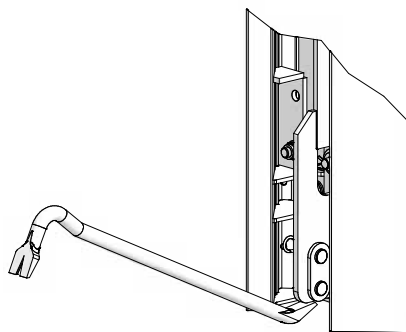
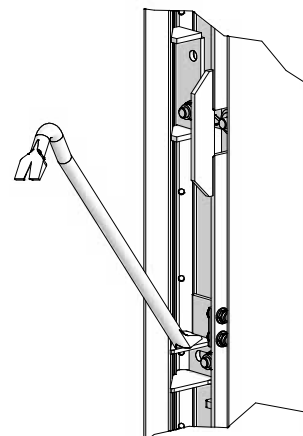

Fig. 33.3 A
Fig. 33.4 B
4. Utiliser un pied de biche pour actionner l'angle intérieur décoffrant. Le levier à genouillère est poussé vers le haut par le pied de biche. Le pied de biche peut être mis en œuvre en bas au point A (Fig. 33.3 A) ou au milieu au niveau du point B (Fig. 33.4 B). Ainsi, le coffrage se détache du béton sans effort.